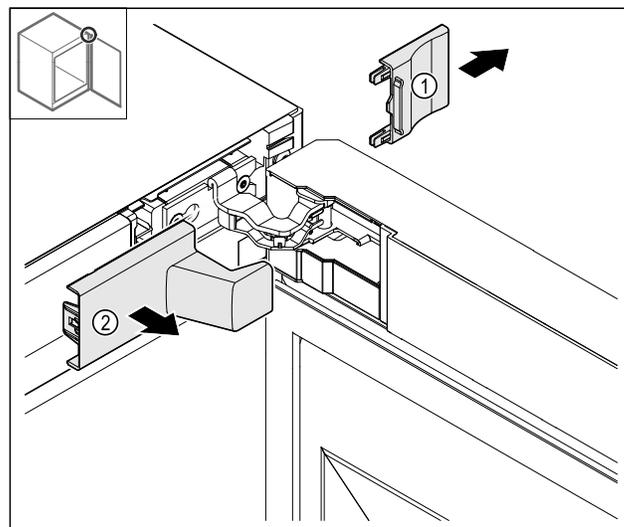

Fig. 13
- ▶ Retirer le cache Fig. 13 (1) puis le cache Fig. 13 (2).